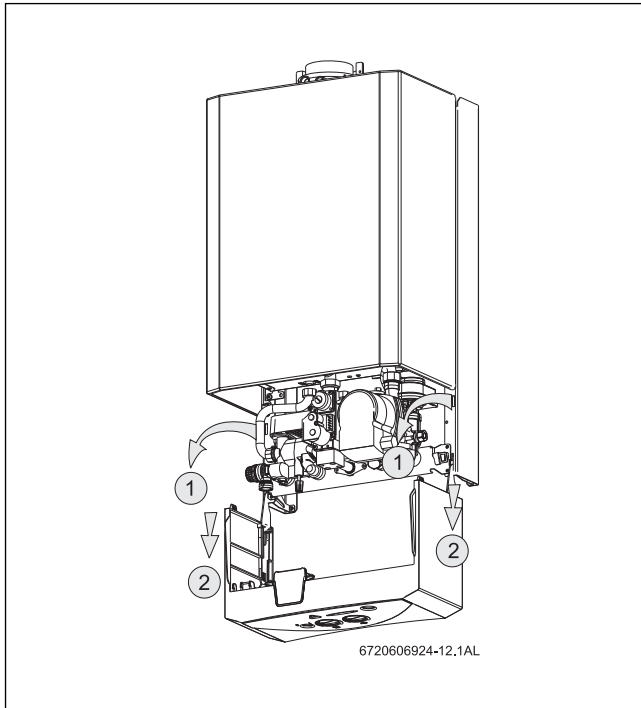

Fig. 10 Posição de serviço para acessibilidade à hidráulica e à electrónica
- ▶ Para retirar completamente o painel de comandos, estando ele posicionado como indicado na Fig. 10, levante e puxe-o na sua direcção.